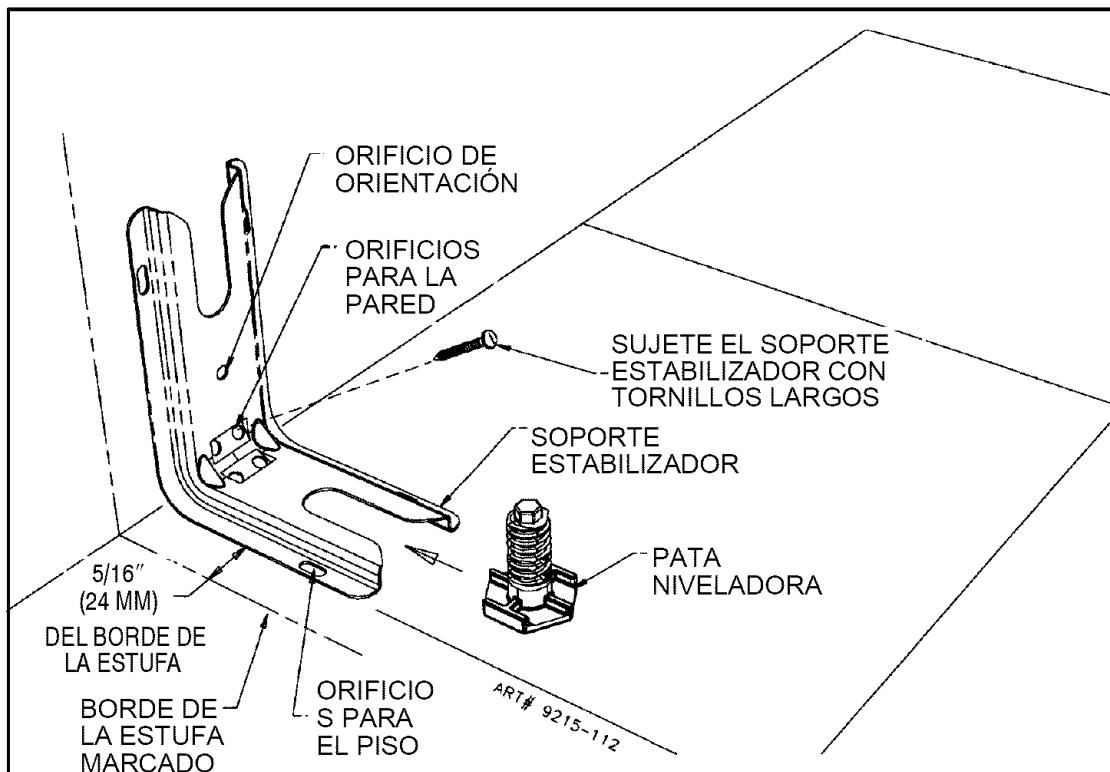
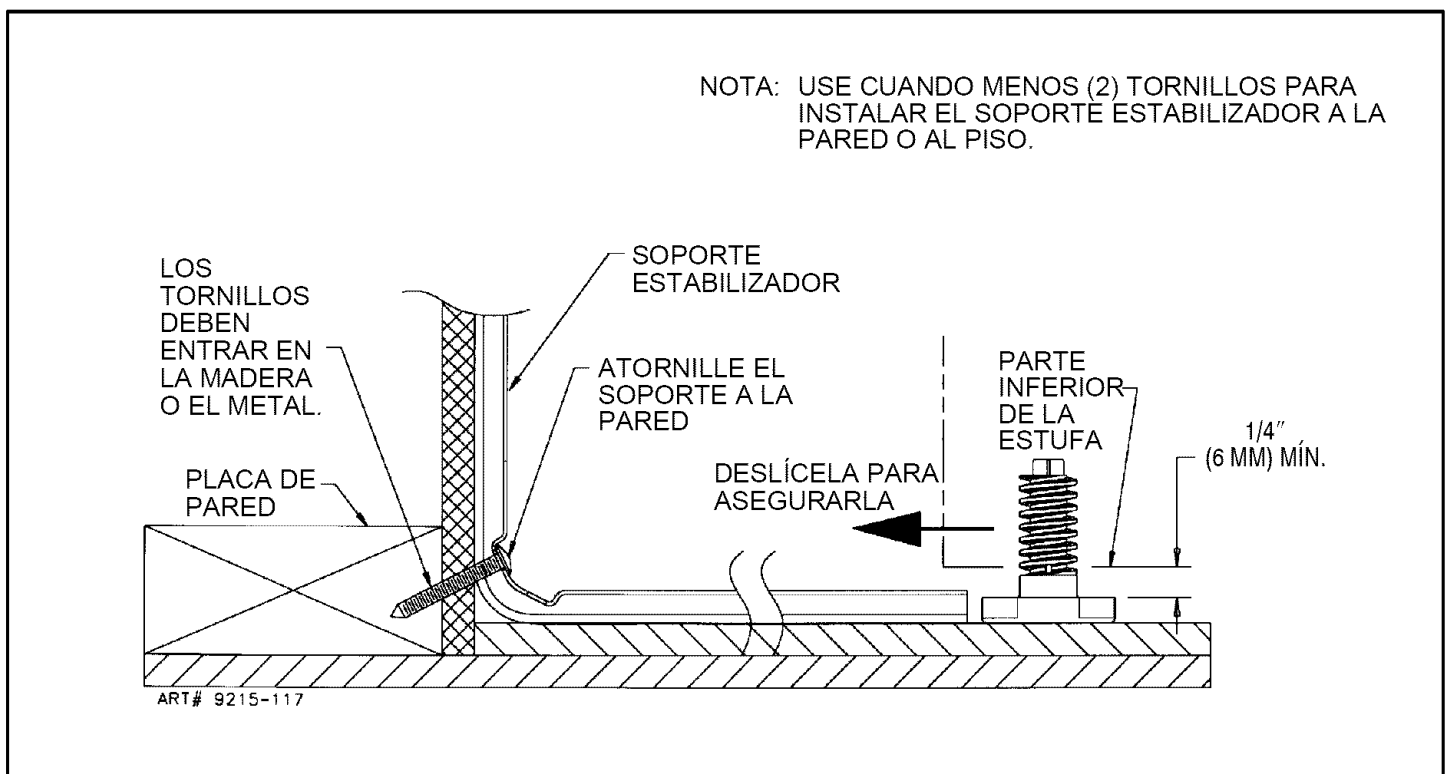

FIGURA 3
FIGURA 4
PASO 1 -Ubicación del soporte ESTABILIZADOR (vea la figura 3)
- Coloque el SOPORTE del "BORDE" marcado a 15/16" (24 mm) del centro de la abertura y contra la pared posterior según se muestra en la figura 3, con el orificio de orientación hacia la pared.
- Use el soporte como plantilla y marque los orificios necesarios, según se muestra en la figura 3, para el tipo de construcción que se utilizará.
- Piso: Ubique el centro de los dos orificios que se identifican en la figura 3 como "ORIFICIOS PARA EL PISO". Taladre un agujero piloto de 1/8" (3 mm) en el centro de cada orificio (puede utilizarse un clavo o una lezna si no tiene una broca). Asegure el soporte ESTABILIZADOR al piso con los dos tornillos que se proporcionan. Continúe con el PASO 3.
- Pared: Ubique el centro de los dos orificios que se identifican en la figura 3 como "ORIFICIOS PARA LA PARED". Taladre un agujero piloto en ángulo de 1/8" (3 mm) en el centro de cada orificio según se muestra en la figura 4. (Puede utilizarse un clavo o una lezna si no tiene una broca). Asegure el soporte ESTABILIZADOR al piso con los dos tornillos que se proporcionan según se muestra en la figura 4. Continúe con el PASO 3.
- B. Alinee la estufa en la ubicación que se desee y deslícela hacia atrás en su lugar. Nota: Se necesita una distancia mínima de 1/4" (6 mm) entre la estufa y la pata niveladora que asegurará el SOPORTE ESTABILIZADOR, vea la figura 4.